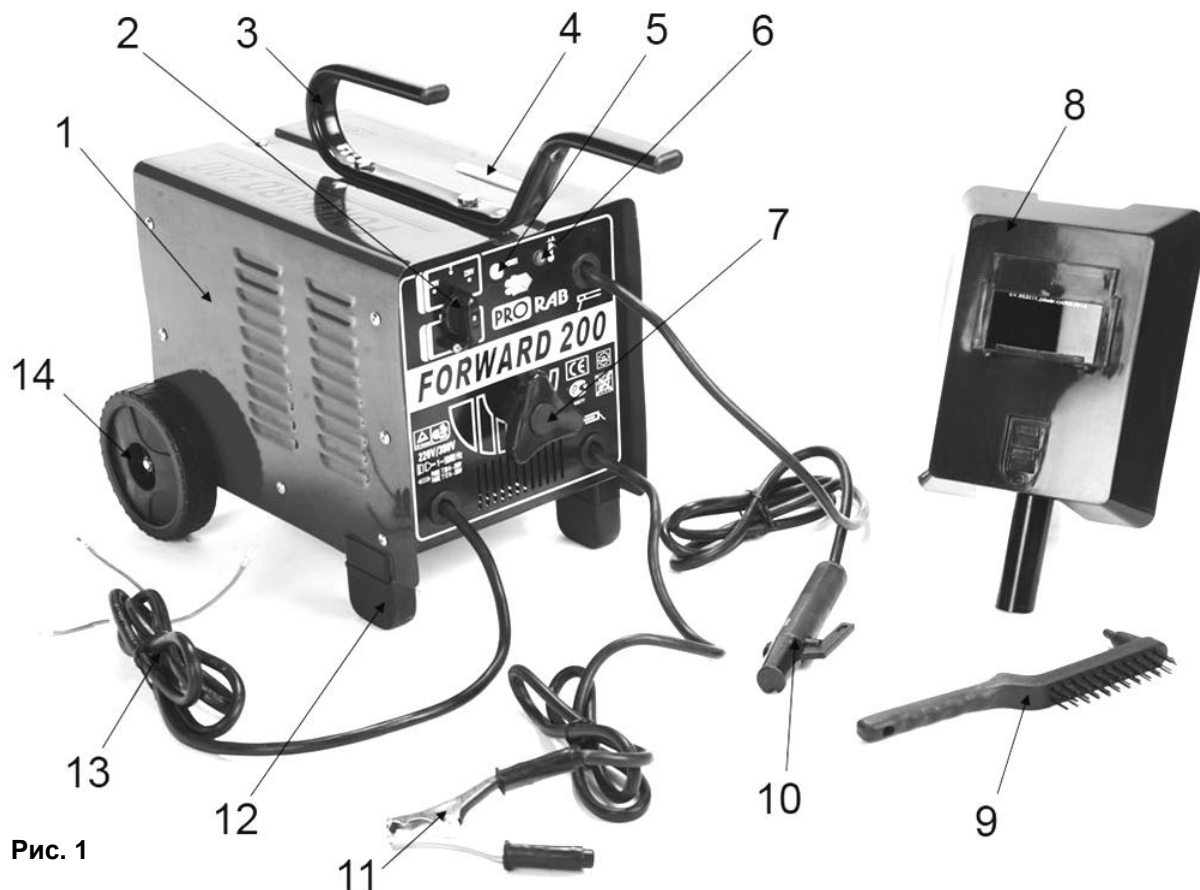

Рис. 1
- Работу аппарата обеспечивают следующие, закрытые кожухом (1)(См. Рис.1), основные узлы и системы: блок стабилизации переменного тока, трансформатор, охлаждающий вентилятор, устройство регулирования сварочного тока, устройство защиты аппарата от перегрузок и перегрева (автоматический термостат).
- На передней панели расположены: переключатель режима напряжения сети питания (2); шкала индикатора силы тока (4); индикатор перегрева (термостат)(5); поворотная рукоятка регулятора силы тока (7); силовые сварочные кабели с электрододержателем (10) и зажимом заземления (11).
- Настройка аппарата на необходимую величину сварочного тока производится поворотом рукоятки (7).
- Подвод электроэнергии к аппарату осуществляется через сетевой шнур (13).
- Для транспортировки аппарата, на корпусе установлена ручка (3), колеса (14) и опорные ножки (12).
- Для выбора режима питания - необходимо переключить рукоятку смены напряжения (2)(См. Рис.1) на нужное значение.